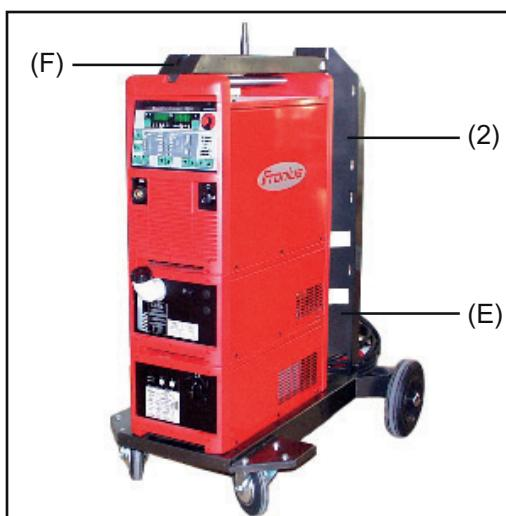

Abb.13 Fahrwagen mit Autotrafo, Kühlgerät und Stromquelle
- [23]** Drahtvorschubaufnahme (F) an der Stromquelle einhängen und auflegen (Abb.13)
- [24]** Drahtvorschubaufnahme (F) mit vier Schrauben am Verlängerungsblech (2) der Gasflaschen-Halterung (E) fest-schrauben (Abb.13)
- [25]** Am Verlängerungsblech (2) Sicherungsband, in der Höhe des oberen Teils einer Gasflasche (nicht Flaschen-hals), fixieren